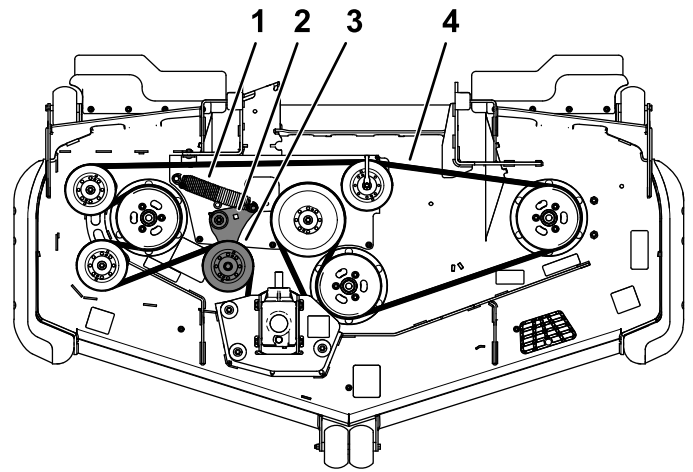
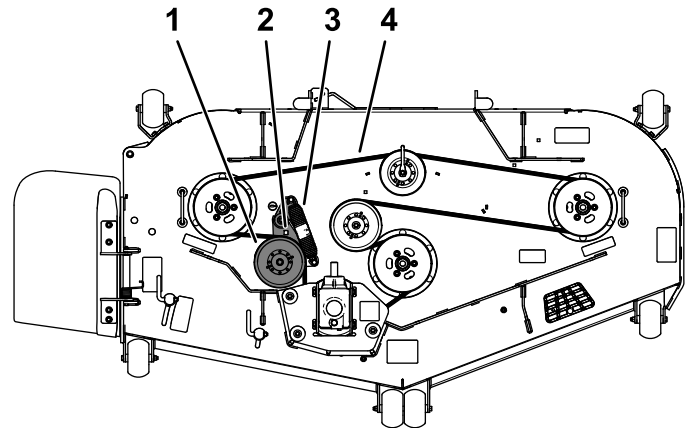

Figura 61
Figura 62
5. Utilice una llave de carraca en el taladro cuadrado del brazo tensor para aliviar la tensión del muelle tensor (Figura 61 o Figura 62).
7. Pase la correa nueva alrededor de las poleas del cortacésped (Figura 61 o Figura 62).
8. Asegúrese de que los extremos del muelle están asentados en las ranuras de anclaje, y usando una llave de carraca en el taladro cuadrado, instale la correa alrededor de la polea tensora (Figura 61 o Figura 62).